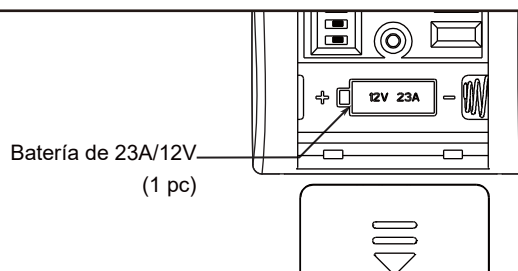

Figura 3
3. Fije firmemente el conector de 9 pasadores de la unidad del motor al enchufe del mazo de cables dentro de la ensamble del kit de iluminación. Instale la ensamble del kit de iluminación en el soporte utilizando las dos el soporte utilizando las dos ranuras principales. Vuelva a colocar el tercer tornillo y asegure apriete. (Figura 3)
3. Para que el ventilador sea funcional, instale las pila (incluidas) de 23A/12V en el transmisor del mando a distancia. Mientras el ventilador esté apagado. A continuación, siga el proceso de fijación remota de código. Si no se utiliza el ventilador durante un largo periodo de tiempo, extraiga la batería para evitar cualquier daño al transmisor. Almacene el mando a distancia en un lugar alejado del calor o la humedad excesiva. (Figura 3)